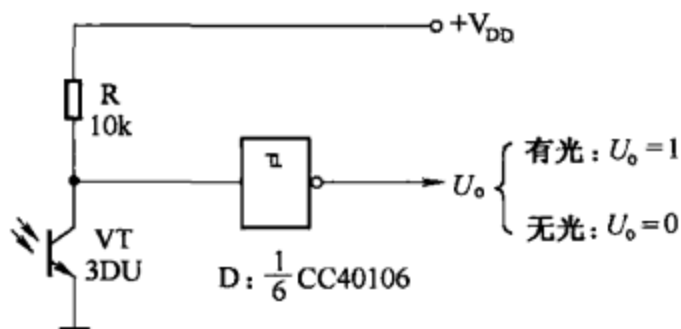

图 8-35
(1) 图 8-35 所示为光控电路，施密特触发器起整形作用。光线的缓慢变化由光电三极管 VT 接收转换为电信号，施密特触发器将缓慢变化的电信号整形成为边沿陡峭的脉冲信号输出。无光照时，光电三极管 VT 截止，施密特触发器输入端 $U_i = 0$ ；当有光照射到光电三极管 VT 时，VT 导通，使施密特触发器输入端为“0”，其输出端 $U_o = 1$ 。